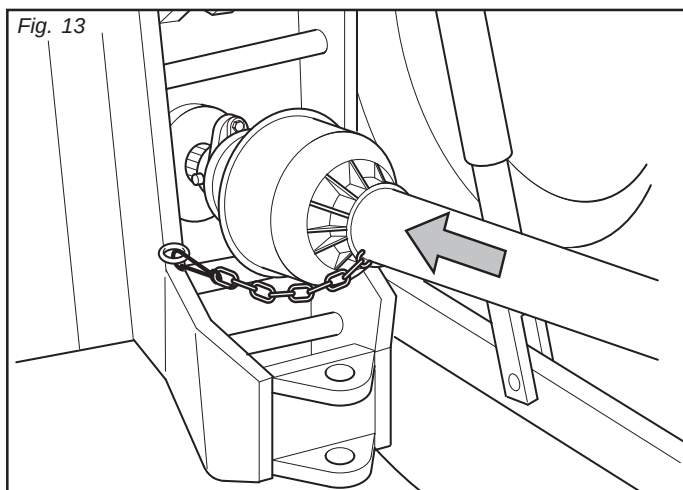

Fig. 13
- 4) Die Gelenkwelle einstecken und sicherstellen, daß sie fest mit der Zapfwelle verbunden ist. Sicherstellen, daß der Gelenkwellenschutz sich frei verschieben kann und mit der Kette befestigen (Abb. 13).